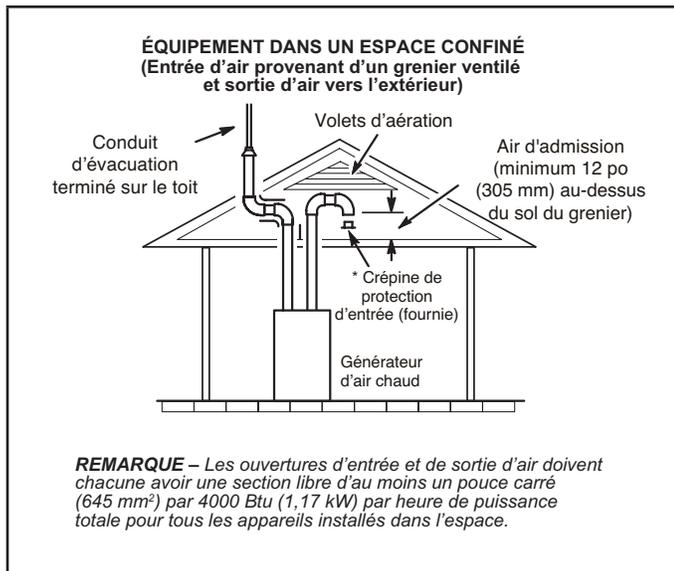
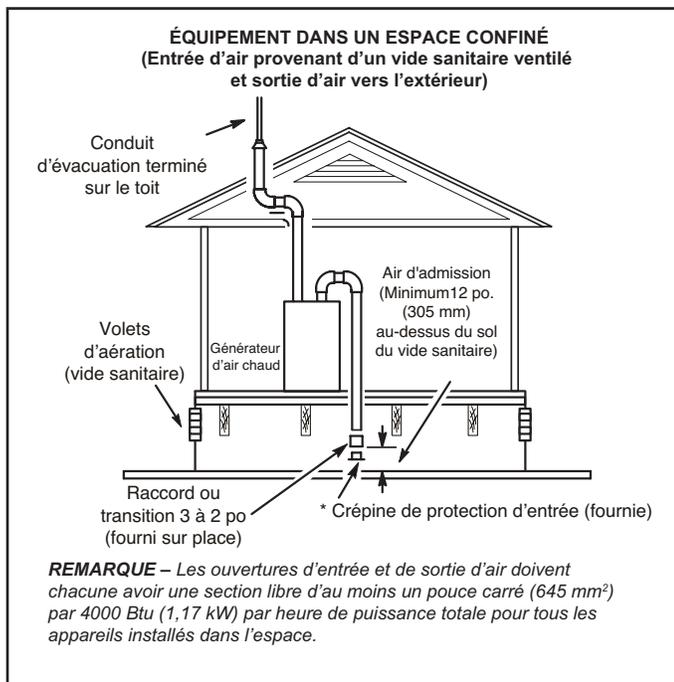

FIGURE 26
FIGURE 27
- 2 - Si l'air d'admission est aspiré d'un grenier ventilé (FIGURE 26) ou d'un vide sanitaire ventilé (FIGURE 27), la longueur de l'évacuation ne doit pas dépasser celle indiquée au TABLEAU 8. Si un tuyau de 3 po de diamètre est utilisé, réduisez-le à 2 po de diamètre pour pouvoir installer la crépine anti-résidus.